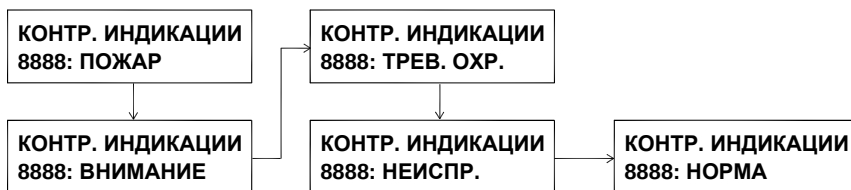

Рисунок 2.9.
2.4.4 Для включения режима контроля индикации необходимо нажать и удерживать нажатой около 2 секунд кнопку «КОНТР.». При этом пульт поочередно с интервалом в 5 секунд отображает события ПОЖАР, ВНИМАНИЕ, ТРЕВОГА ОХРАННАЯ, НЕИСПРАВНОСТЬ, НОРМА с выдачей соответствующей звуковой сигнализации и отображения на ЖКИ вида события для зоны номер 8888, и надписи на верхней строчке - «КОНТР. ИНДИКАЦИИ» (см. рис. 2.9).